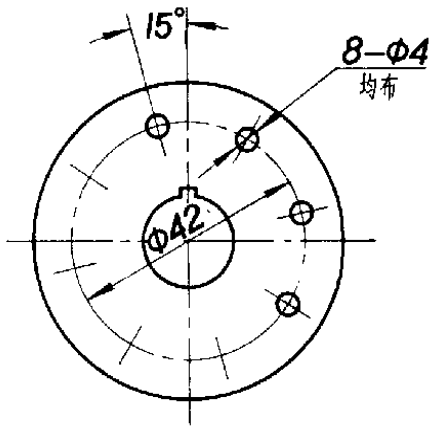
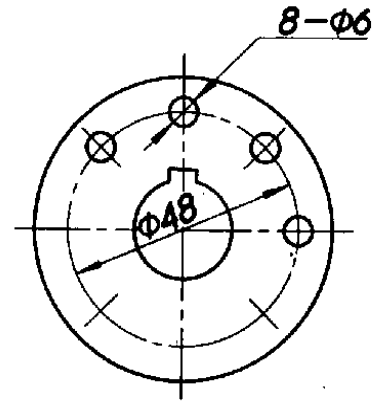

图 37
图 38
4.5 均匀分布的成组要素（如孔等）的尺寸按图37所示的方法标注。当成组要素的定位和分布情况在图形中已明确时，可不标注其角度，并省略“均布”两字（图38）。